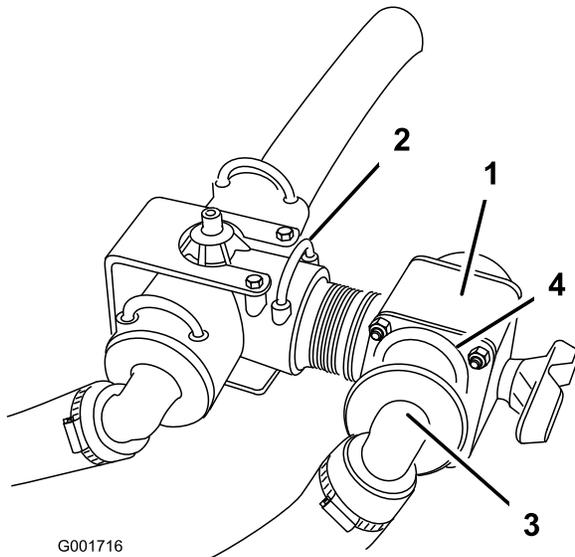

Bild 9
- Setzen Sie das neue Regelventil in den nach hinten zeigenden offenen Port am Zufuhr-T-Anschluss und befestigen es mit einer Befestigungsgabel (Bild 9).
- Schließen Sie den Zufuhrschlauch des Auslegers am offenen Port des Regelventils an und befestigen ihn mit der vorher entfernten Befestigung (Bild 9).